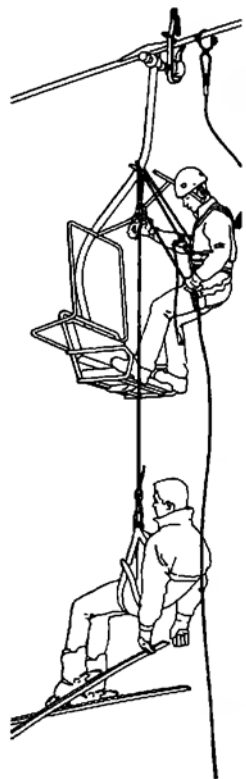

Рис. 18. Эвакуация пассажиров при аварийной остановке канатной дороги
- сверху, выдавая веревку через тормозное устройство (полиспасть) **(рис. 18)**.